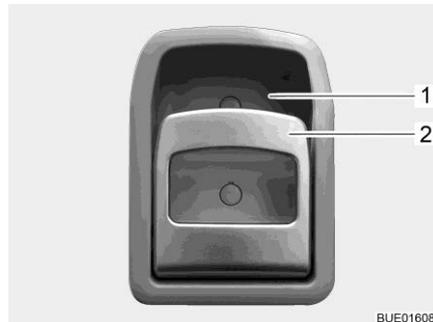

Fig. 69 Cerradura de la puerta
- Tirar del tirador (Fig. 69,2). Se desbloqueará o bien abrirá la cerradura de la puerta.
- Presionar la parte superior del tirador (Fig. 69,2) hacia el alojamiento del tirador (Fig. 69,1). Se bloqueará la cerradura de la puerta.